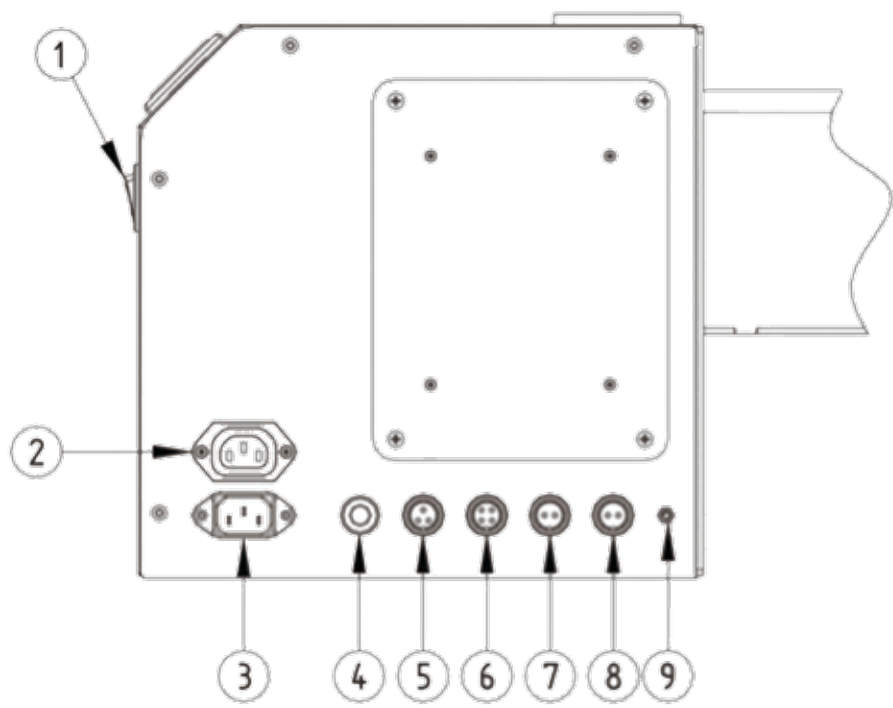

Fig. 12 Conexiones eléctricas
2. Dar tensión activando el botón general de alimentación ON/OFF, nr.1 (ver fig.12) y controlar que la pantalla esté encendida;
3. Presionar el botón n.4 (ver fig.12) para accionar la sinfín de alimentación combustible y mantenerlo presionado hasta el que el sinfín se llene completamente (para determinar que la sinfín está completamente llena es suficiente verificar que los pellets inicien a fluir de la salida de descarga de la sinfín a través de la manguera que transporta los pellets al quemador), a sinfín llena soltar el botón n.4.